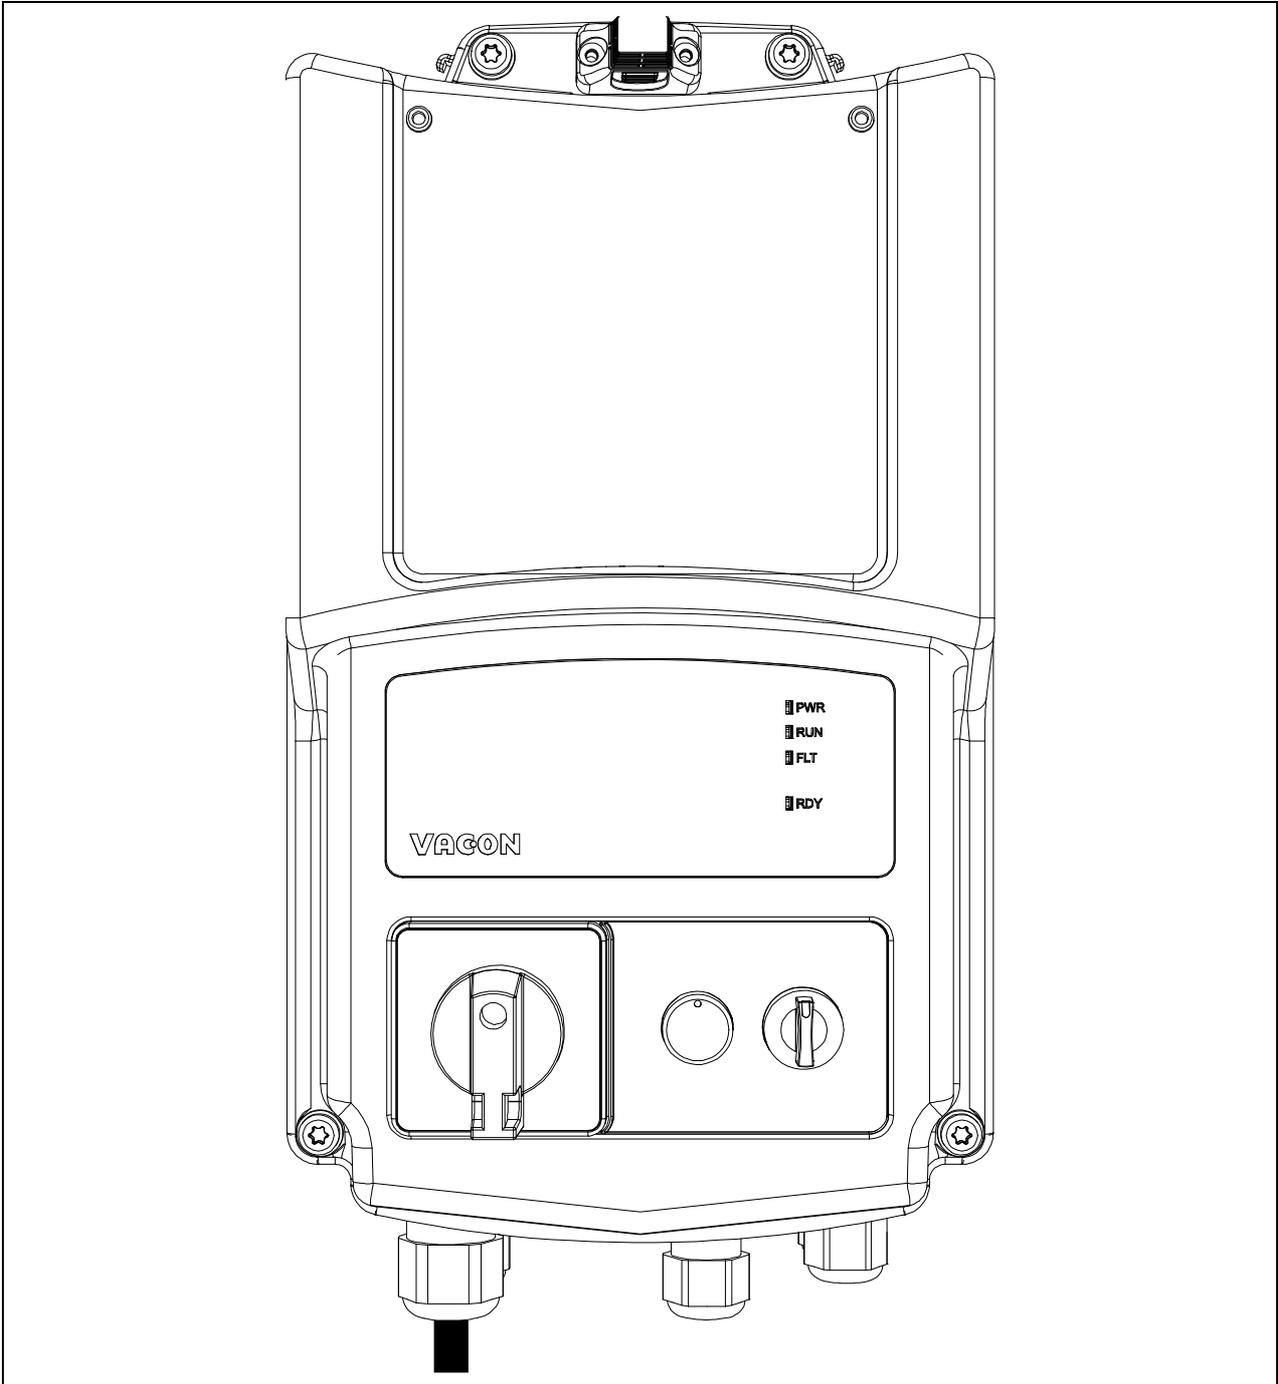

Figura 69. Montar la tapa de plástico.
- Montar la tapa de plástico en el convertidor con sus tornillos y el tapón de HMI: el proceso de instalación se ha completado. Ver la Figura 69.